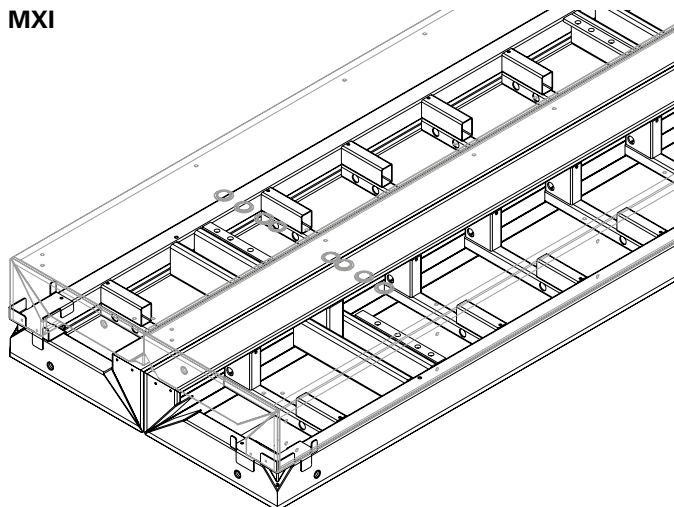

Fig. A1.14
- quatre angles de cage. Poser les cales de gerbage (3 + 4) uniquement aux angles. (Fig. A1.14)